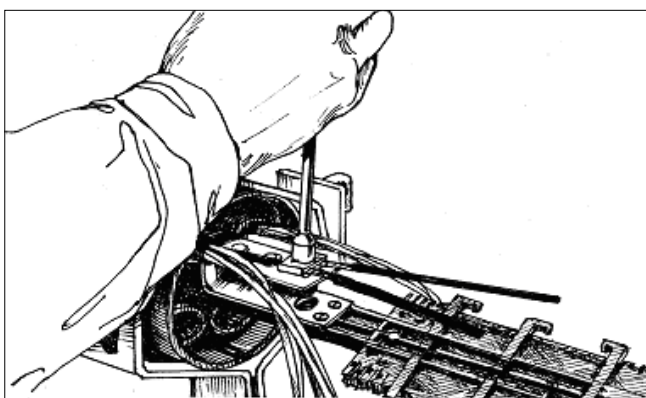

Рис. 3.10. Закрепление стального троса
3.5.7. Центральные силовые элементы, выполненные в виде стальных тросов, закрепляют в кронштейне (Рис. 3.10.). Между кронштейном и планкой устанавливаются втулки изолирующие трос ЦСЭ от металлической брони.